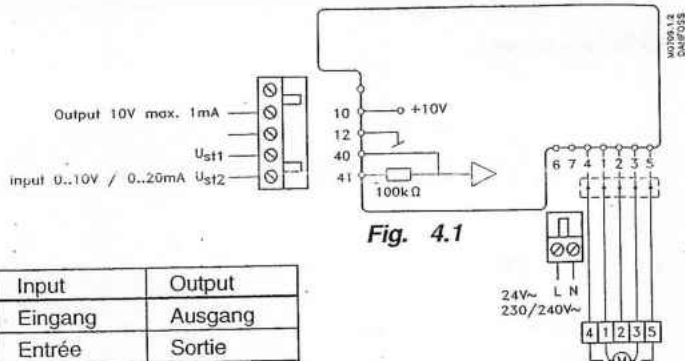
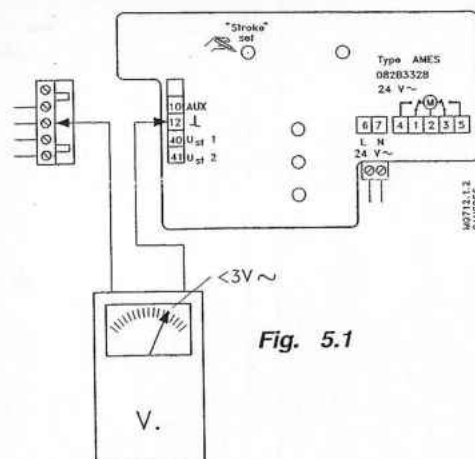
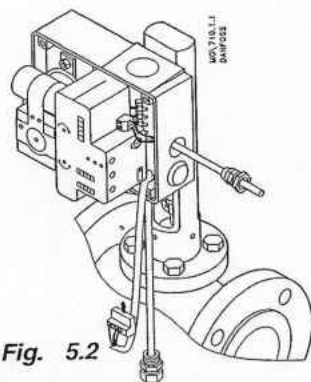

Fig. 4.1
Fig. 5.1
Fig. 5.2
The control signal from the regulator must be connected to terminals 12 and 41 ($U_{st} 2$) on the AMES module (fig. 4.1)
The control signal from the regulator must be connected to terminals 12 and 41 ($U_{st} 2$) on the AMES module. The override signal (e.g. from a clock or frost thermostat) must be connected to terminals 12 and 40 ($U_{st} 1$) (fig. 4.1). Always use the contact set that has low contact resistance.
Terminal 6 **must** be connected to phase (L) and terminal 7 **must** be connected to neutral (N) (fig. 4.1). Do **not** swap the leads when connecting mains voltage to the AMES 24 V module; it will damage the module. Using an measuring instrument, check as shown in fig. 5.1 to make sure that 24 V mains is connected correctly. If the measured voltage exceeds 3 V~, mains voltage is incorrectly connected. When mains voltage is correctly connected, plug in the regulator control signal (fig. 5.2).
Styresignalet fra regulatoren tilsluttes klemme 12 og klemme 41 ($U_{st} 2$) på AMES modulet (fig. 4.1).
Styresignalet fra regulatoren tilsluttes klemme 12 og klemme 41 ($U_{st} 2$) på AMES-modulet. Overstyringssignalet (fx fra et ur eller fra en frosttermostat) tilsluttes klemme 12 og klemme 40 ($U_{st} 1$) (fig. 4.1). Anvend altid kontaktsæt med en lav kontaktmodstand.
Klemme 6 skal tilsluttes fase (L) og klemme 7 skal tilsluttes nul (N) (fig. 4.1). Netspændingen til AMES 24 V-modulet må ikke tilsluttes omvendt, så ødelægges modulet. Kontroller med et måleinstrument, som vist på fig. 5.1, om 24 V netspændingen er tilsluttet forkert. Hvis den målte spænding overskrider 3 V~ er netspændingen tilsluttet forkert. Når netspændingen er tilsluttet korrekt monteres stikket med regulatorens styresignal (fig. 5.2)